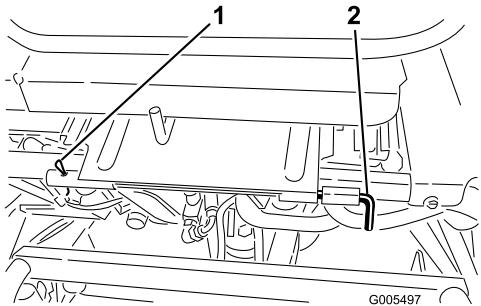

Figura 37
3. Baje el asiento y retire el pasador que fija la varilla de pivot del asiento al bastidor (Figura 37).